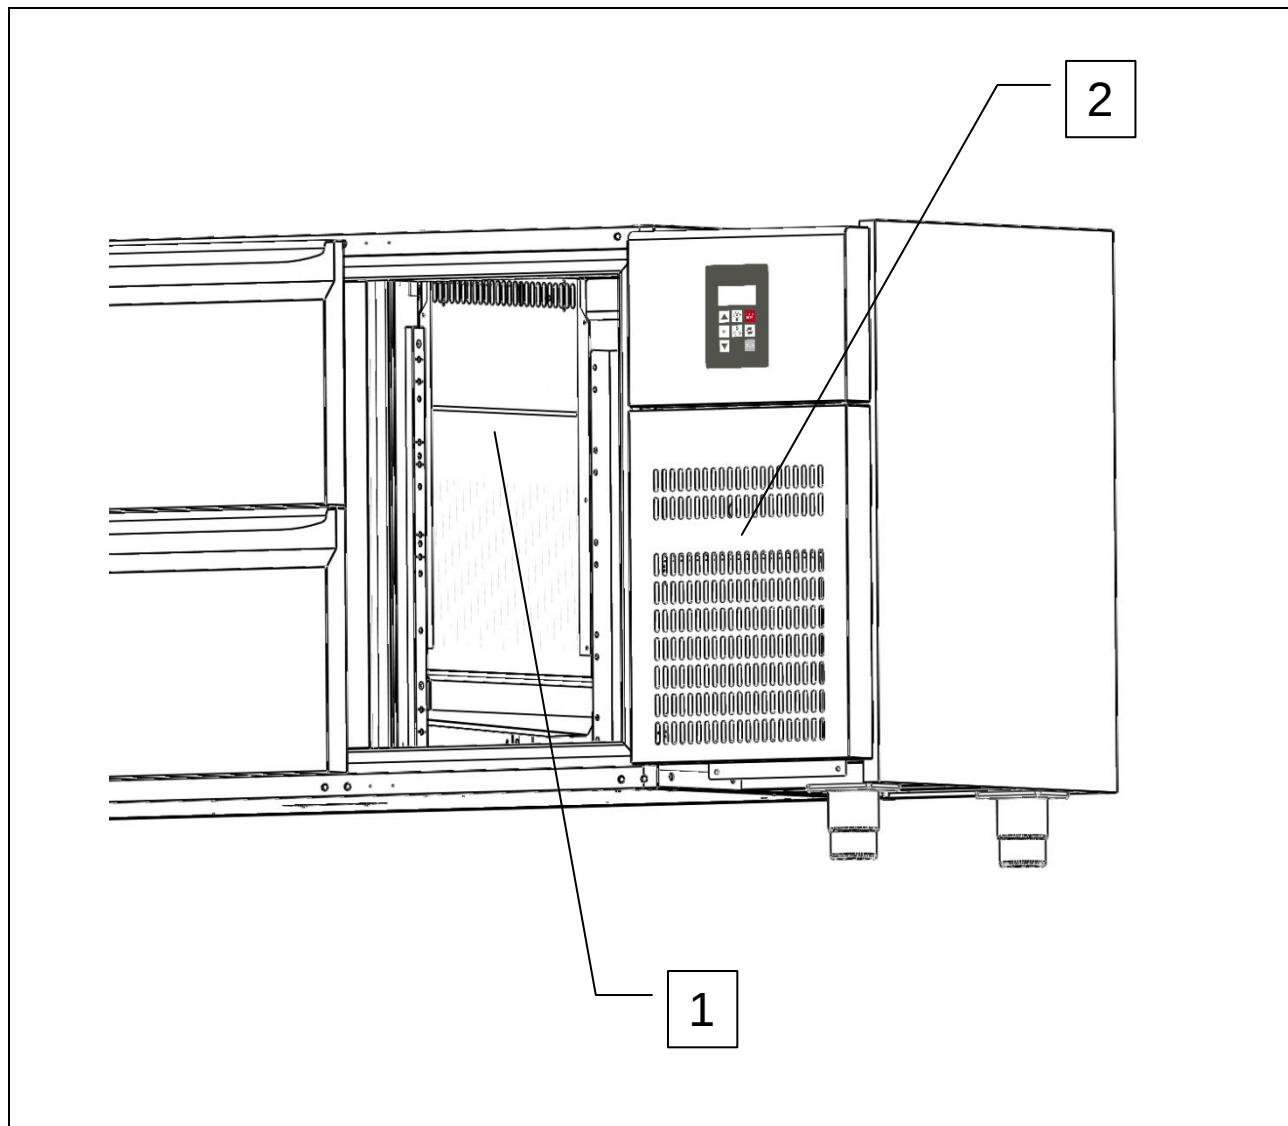

Рис. 5
- внутренней стенкой из нержавеющей стали (TH) или алюминия (TG), закрывающей испаритель и внутренние вентиляторы (поз. 1, рис. 5);
- передней панелью, закрывающей вентилятор конденсатора (поз. 2, рис. 5).